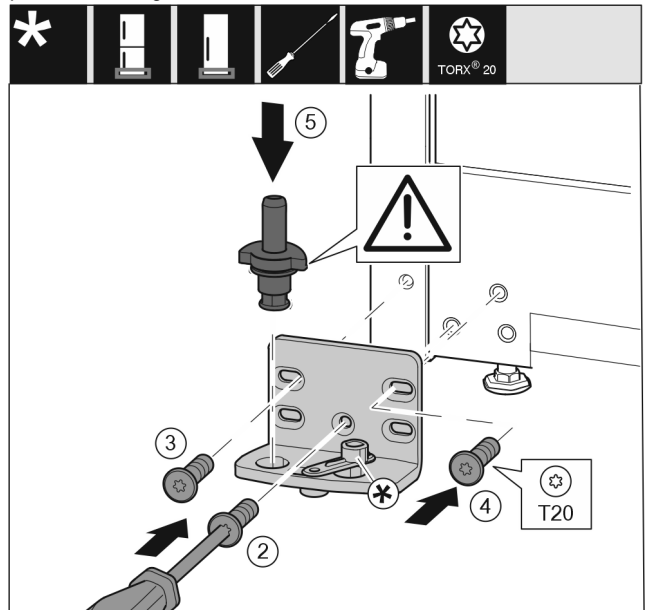

Fig. 14
- ▶ Postavite podložak ležaja na drugoj strani i zavijte pomoću odvijača T20. Započnite s vijkom 2 dolje u sredini. Fig. 14 (2)
- ▶ Pritegnite vijak 3 i 4. Fig. 14 (3,4)
- ▶ Kompletno umetnite podložak ležaja. Pri tome pazite da je ispušćenje za blokiranje okrenuto prema otraga. Fig. 14 (5)